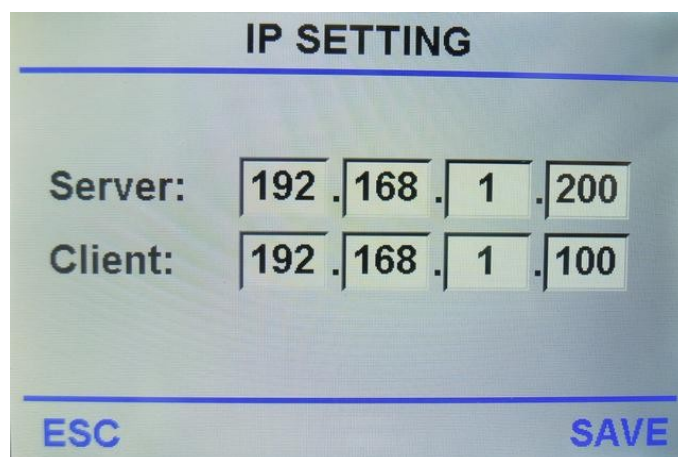

Fig.59
- b) Mergeți la User Settings---General Settings---IP Address și setați adresa IP ca în Fig.59